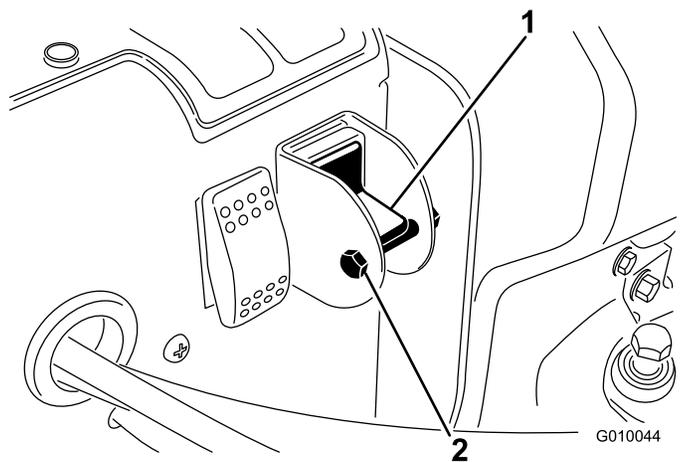

Рисунок 29
4. Снимите стопорный болт и гайку с переключателя режимов (Рисунок 29).